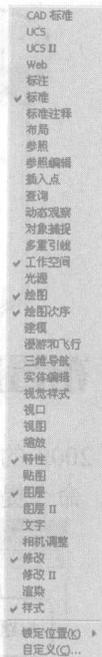

图1-3 快捷菜单
2. 将鼠标光标移动到任一个工具栏上，单击鼠标右键，弹出快捷菜单，如图 1-3 所示。该菜单列出了所有工具栏的名称。如果名称前带有“√”标记，则表示该工具栏已打开。选取菜单中的某一选项，就可以打开或关闭相应的工具栏。